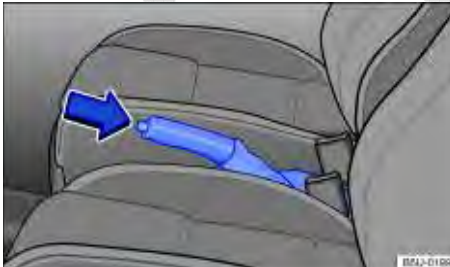

Fig. 111 Entre os bancos dianteiros: freio de estacionamento.
- Puxar a alavanca do freio de estacionamento um pouco para cima e pressionar a tecla de bloqueio ⇒ Fig. 111 (seta).